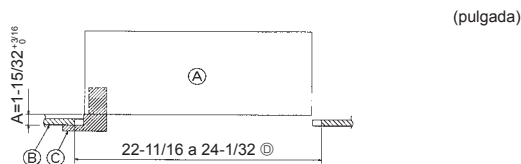

Fig. 5-2
②	Tornillo con arandela	4	M5 × 0,8 × 28 (mm)
③	Calibre	1
④	Cable de enlace para el receptor de señales	1	Se incluye si la unidad dispone del receptor de señales.
⑤	Cable de enlace para el sensor i-See	1	Se incluye si la unidad dispone del sensor i-See.
⑥	Remache	2	Se incluye si la unidad dispone del receptor de señales.
⑦	Remache	2	Se incluye si la unidad dispone del sensor i-See.
⑧	Mando a distancia inalámbrico	1	Se incluye si la unidad dispone del mando a distancia inalámbrico.
⑨	Soporte del controlador remoto	1	Se incluye si la unidad dispone del mando a distancia inalámbrico.
⑩	Pilas LR6 AA	2	Se incluye si la unidad dispone del mando a distancia inalámbrico.
⑪	Tornillos roscados de 3,5 × 16 mm	2	Se incluye si la unidad dispone del mando a distancia inalámbrico.
5.2. Preparación para colocar la rejilla (Fig. 5-2)